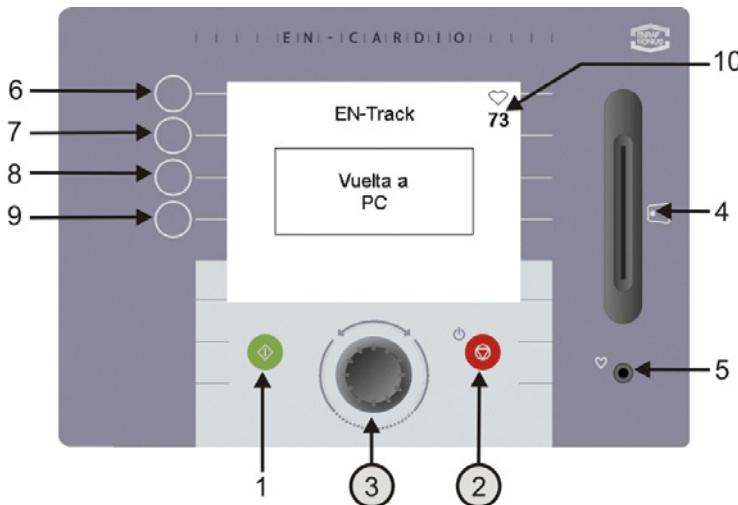

Fig. 18 Ejercicios restantes
3. Al final de cada ejercicio la pantalla mostrará cualquier otro ejercicio que proceda al siguiente. (Fig. 18)
4. Si quiere realizar otro ejercicio, puede cambiar el botón giratorio (3) para ver que otros ejercicios tienen todavía que ser realizados. Esto es solo posible, sin embargo, si la secuencia de ejercicio es 'libremente' ajustable en el software EN-Track. Pulsando el botón borrar (2) un ejercicio que no quiera hacer será borrado.